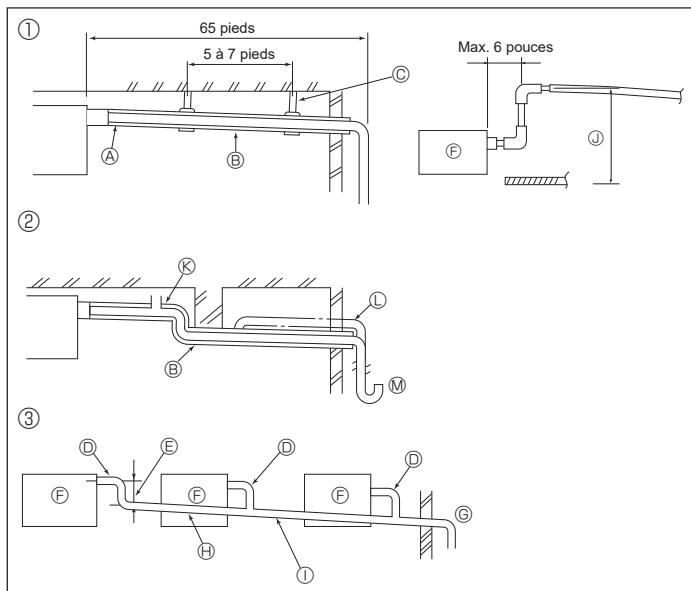

Fig. 3-1
3.1. Mise en place du tuyau d'écoulement (Fig. 3-1)
- Ne pas placer de purgeur d'air. Cela peut provoquer un débordement de l'écoulement. (K)
- Ne pas placer de tuyau surélevé sur la tuyauterie. (L)
- Ne pas placer de pièges à odeur sur la tuyauterie. (M)